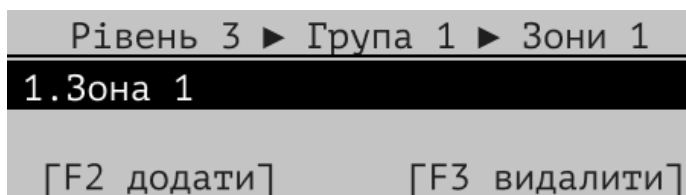

Рисунок 10.4.3 – Додавання зон в групу
- 2) відкривається вікно із доданими зонами (Рис. 10.4.3), натиснути кнопку **[F2]**, щоб додати нову зону;
Для видалення зон з групи – у вікні списку зон групи (Рис. 10.4.3) натиснути кнопку [F3] та підтвердити дію кнопкою . Зона буде видалена з вибраної групи, але доступна для реєстрування в іншій групі.